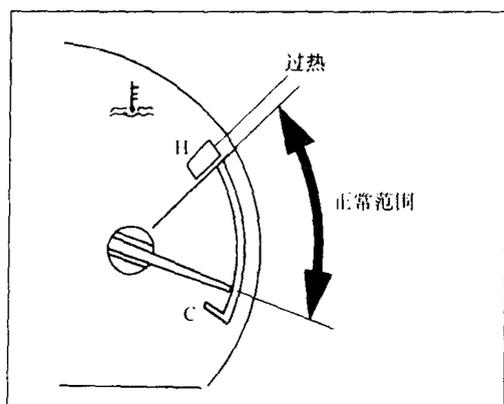

图 1-24 温度表
(10) 温度表,如图 1-24 所示,打开点火开关后,温度表指针指示发动机冷却液温度,其温度随当地天气条件和发动机本身负荷变化而变化。